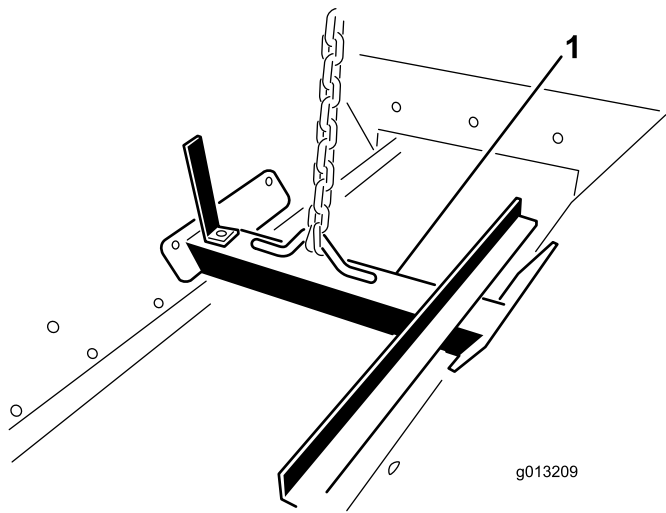

図 16
1. ホッパーアセンブリの内側に吊り上げ用のブラケットがついているので、これにホイストを接続する 図 16。